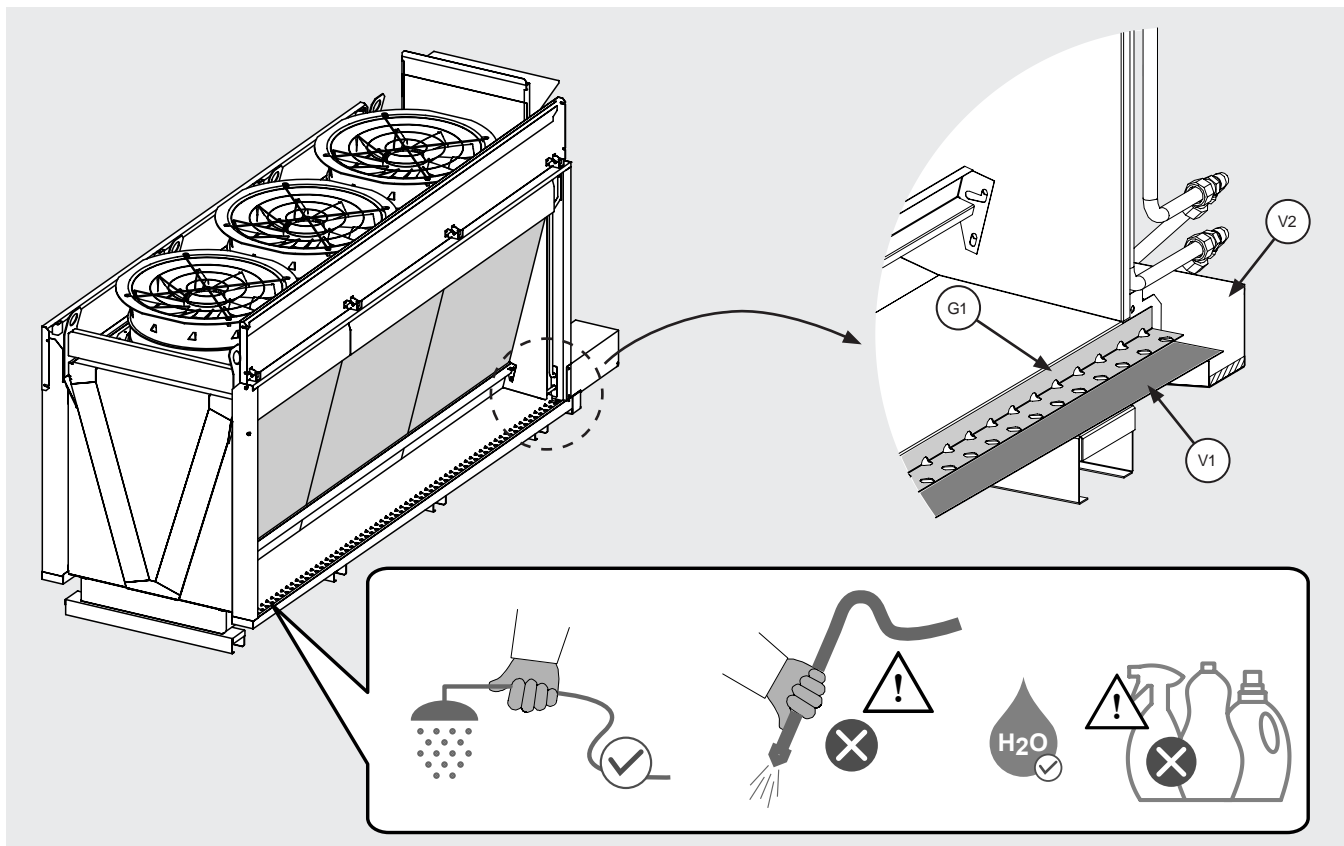

Abbildung 29
- 12.14.3 Das Modell ist mit 2 inneren Wasserauffangbehältern (V1) ausgestattet, die sich unter den beiden Reihen der adiabatischen Seitenwände befinden. Siehe Abbildung 29.